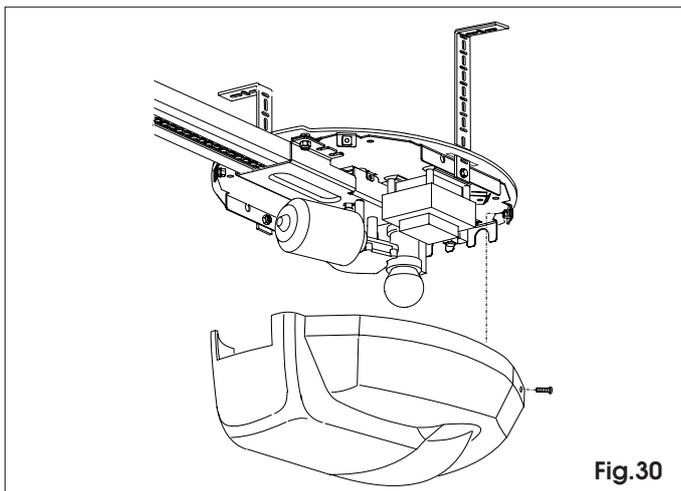

Fig.30
Conecten la tierra del equipo en el borne correspondiente (véase adhesivo de identificación fig. 30 ref. A).
9.6 Sujeten el cárter al operador utilizando los específicos tornillos (fig.30).